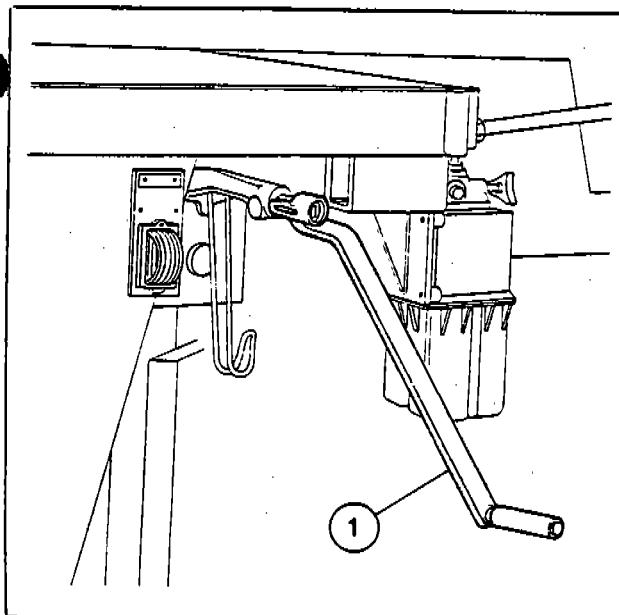

Fig. 9
- e) Posizionare gli stabilizzatori anteriori azionando l'apposita manovella (1-Fig. 9).